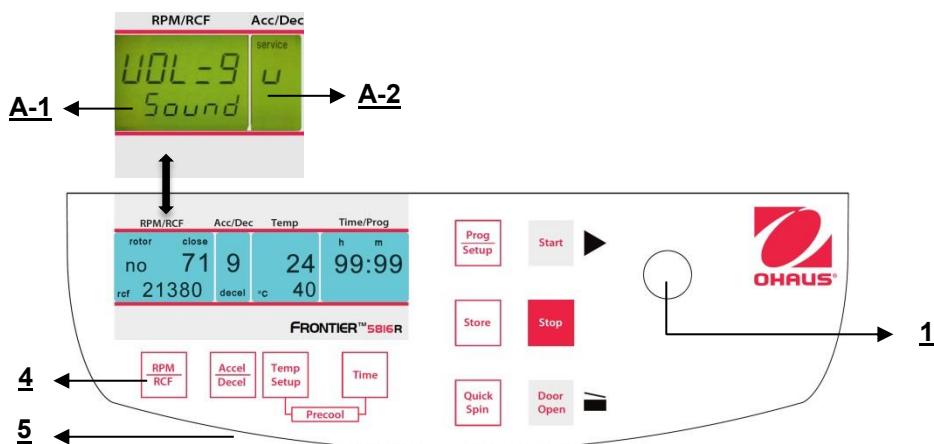

Figura 33
Procedere come descritto al punto 4.1. per inserire questa modalità programma e poi premere il tasto **"Accel/Decel"** (5). **Sul display "Acc/Dec"** (A-2) lampeggia la parola **"Service"**. Selezionare adesso la lettera **"U"** con la manopola di regolazione (1). Di conseguenza, sul display **"RPM | RCF"** (A-1), appaiono le parole **"Vol=0-9/Sound"**. Dopo aver premuto il tasto **"RPM | RCF"** (4), è possibile regolare il volume desiderato fra 0 (basso) e 9 (alto) con la manopola di regolazione (1) (Vedere figura 33).